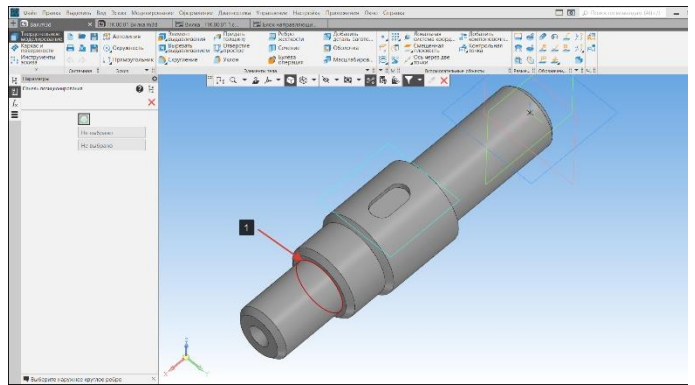

Рисунок 110 – Кривая установки канавки
- Укажем кривую в месте пересечения цилиндрической поверхности и торца второго цилиндра (1) (Рисунок 110);